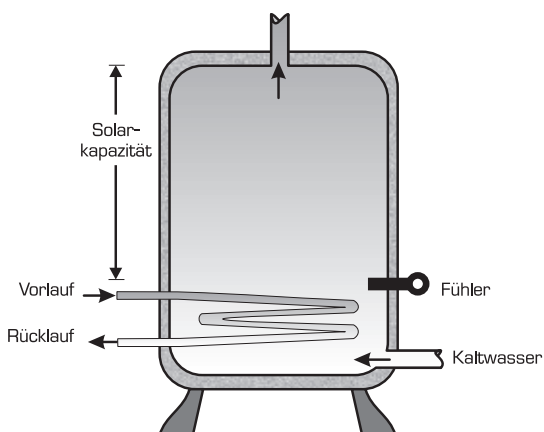

Abbildung 9,
Grundsätzlich soll durch die gezielte Anordnung des Speicherfühlers FR die größtmögliche Aufnahme an Solarkapazität erreicht werden, weil damit ein guter Gesamtwirkungsgrad der Anlage gewährleistet ist. Solarkapazität ist das Verhältnis von dem durch Sonnenenergie erwärmten Volumen zum Gesamtvolumen des Speichers, siehe dazu Abb. 9 und 11.
Bei Brauchwasserspeichern mit internem Wärmetauscher (WT), der bei einem Solarspeicher groß dimensioniert und ganz unten im Speicher angeordnet ist, soll der Speicherfühler FR an der Oberkante des WT die Wassertemperatur messen. Das hat folgenden Grund: Der Fühler FR soll sobald wie möglich die Temperatur des kalten Wassers unten im Speicher melden. Andererseits soll dieser Fühler aber auch die Erwärmung des Wassers, die oberhalb des WT erfolgt ist, feststellen. Der optimale Punkt ist also gleich oberhalb des WT, wie in der Abb. 9 zu sehen ist.